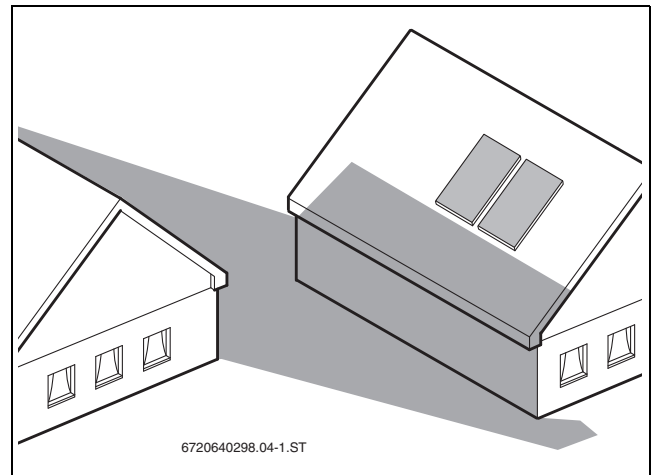

Bild 13 Beschattungen vermeiden
- Mögliche Beschattungen vermeiden (→ Bild 13).